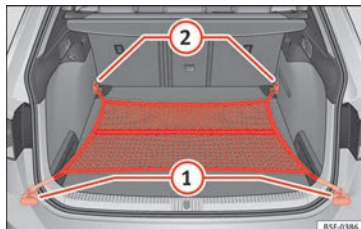

Abb. 134 Im Gepäckraum: flach eingehängtes Gepäckraumnetz (Modell LEON ST).
- Heben Sie ggf. die vorderen Verzurrösen » **Abb. 134** ② an.
- Hängen Sie die Haken in die Verzurrösen ② » **Abb. 134** ② an. Der Reißverschluss des Gepäckraumnetzes muss dabei nach oben zeigen.
- Hängen Sie die Haken in die Verzurrösen ① ein.